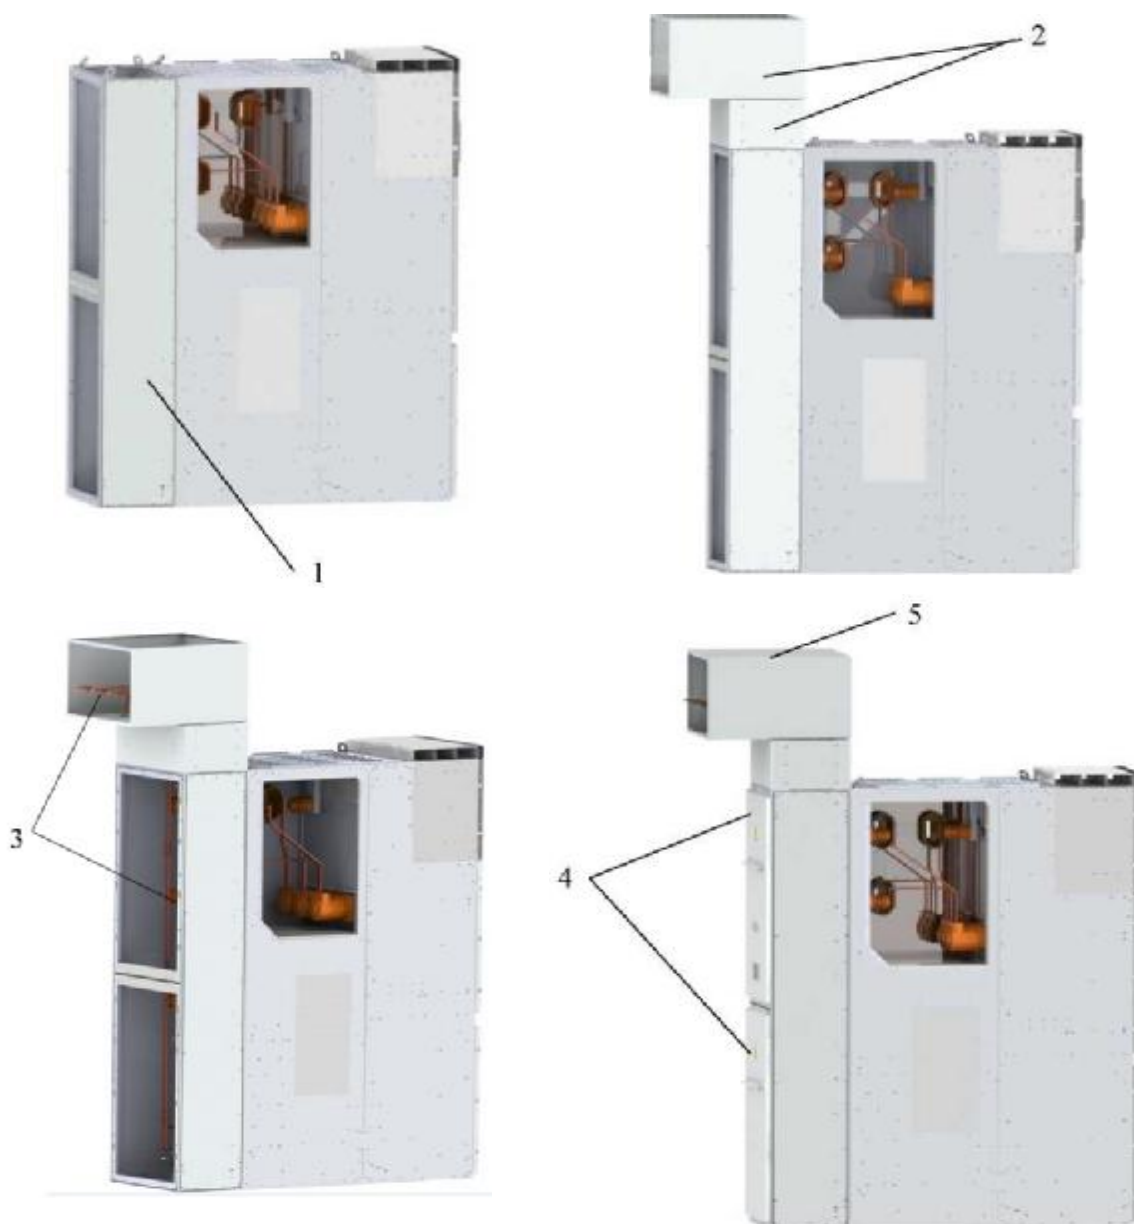

Рис. 30. Сборка шинного ввода сзади шкафа КРУ
2.5.2.12 Сборка шинного ввода сзади шкафа КРУ осуществляется в согласно рис. 30.